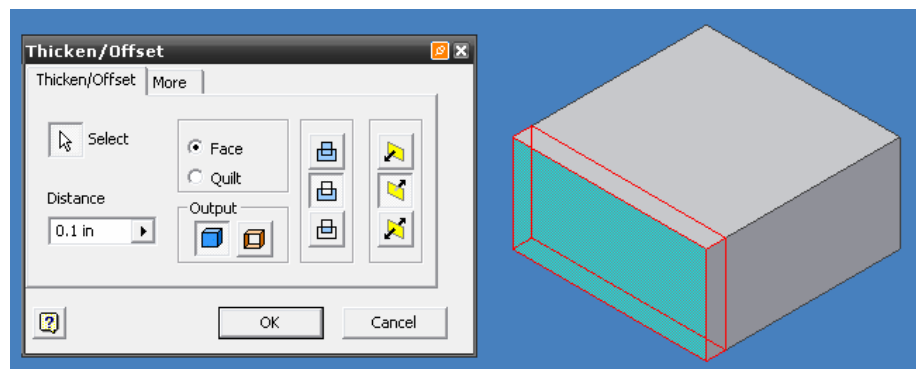

Figura 3.71 Vista previa del comando THICKEN/OFFSET, CUT.
- Invierta el comando y ahora seleccione CUT, figura 3.71. Presione OK para finalizar.